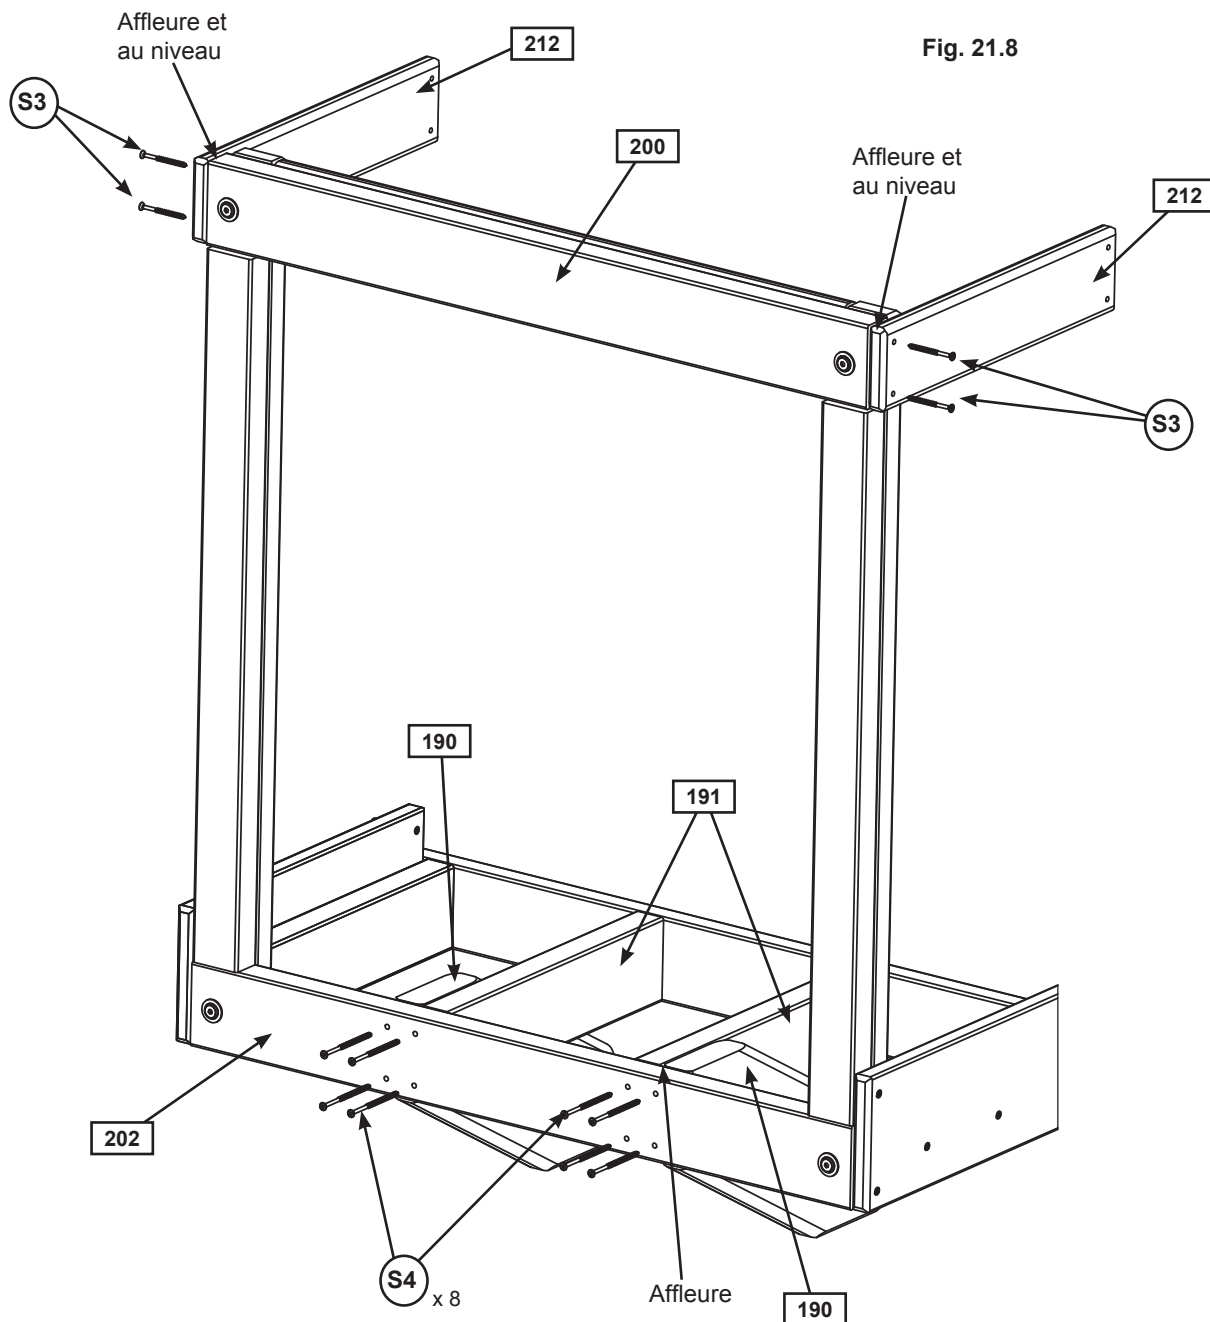

Fig. 21.8
F : Fixez l'(202) avant de nid de corbeau vers le haut de chaque (190) gousset de nid de corbeau et à chaque (191) solive de nid de corbeau avec 8 (S4) vis à bois n° 8 x 3 po. (fig. 21.8)
G : Placez 1 (212) côté de nid de corbeau pour qu'il affleure le haut et l'avant du (200) haut de nid de corbeau en vous assurant que chaque planche est au niveau, puis fixez-le avec 2 (S3) vis à bois n° 8 x 2 ½ po par planche. (fig. 21.8)